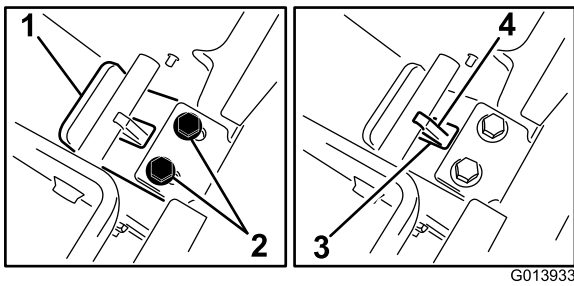

Figura 15
2. Mantendo a pressão na placa posterior, deslize o garfo na sua direcção até que a aba do garfo contacte com a travessa (Figura 15).